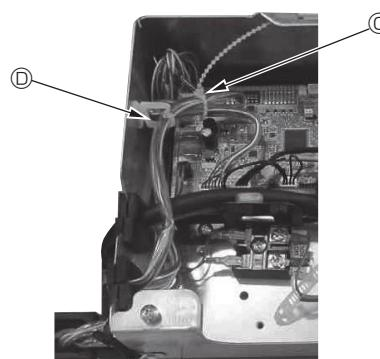
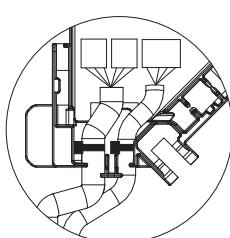

Fig. 10-14
Fig. 10-15
- Placez les excès de fils de jonction du Capteur i-see et du récepteur de signal dans le boîtier des composants électriques dans le crochet pour fils, comme indiqué sur le schéma, et grouvez les fils à l'aide de la fixation. (Fig. 10-14) Veillez à ce que le ruban qui maintient les fils de jonction du Capteur i-see et du récepteur de signal soit bien positionné à l'intérieur de la boîte de raccordement. (Fig. 10-15)